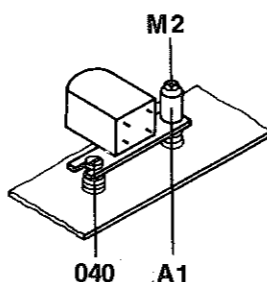

Fig. 18
Tourner l'écrou M2 (Fig. 18)
Modifier la hauteur de la tête ENR/LEC en tournant l'écrou de réglage M2 de ± 2 tours (Fig. 18).
28. Azimutage de la tête ENR/LEC (Fig. 18).